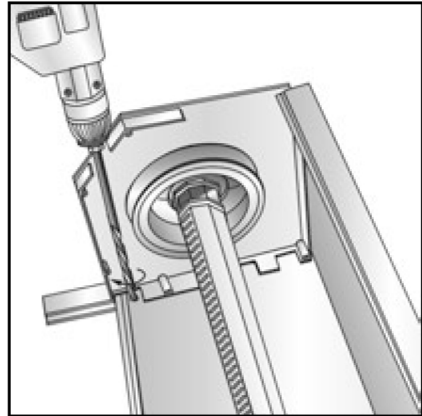

рис. 10
- 2.10. Разметить и сверлить совместно отверстие необходимого размера в задней отбортовке крышки и коробе для вывода элементов привода (рис.10).